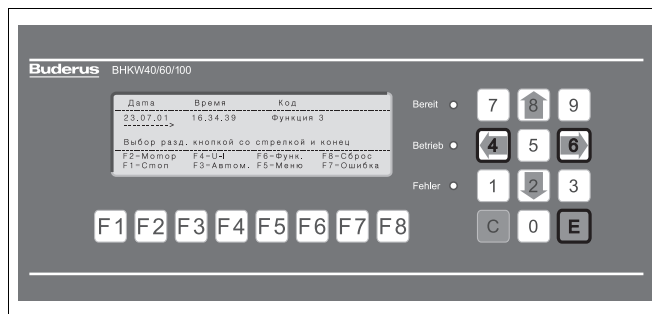

Рис. 26 Подтверждение выбора поля (даты) кнопкой E
- **Выбрать поле:** Выбрать нужную позицию (например, дату), перемещая пунктирную линию кнопками со стрелками 4 или 6 (рис. 26).
- **Для подтверждения выбора** нажать кнопку E (рис. 26).